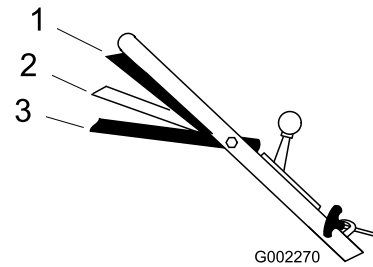

Figura 15
3. Apriete la barra de control contra el manillar hasta la posición Marcha/avance (Figura 15).